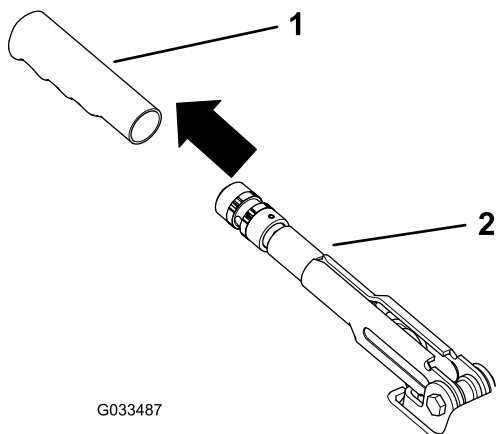

Figura 64
1. Retire a pega de borracha da alavanca do travão de estacionamento (Figura 64).